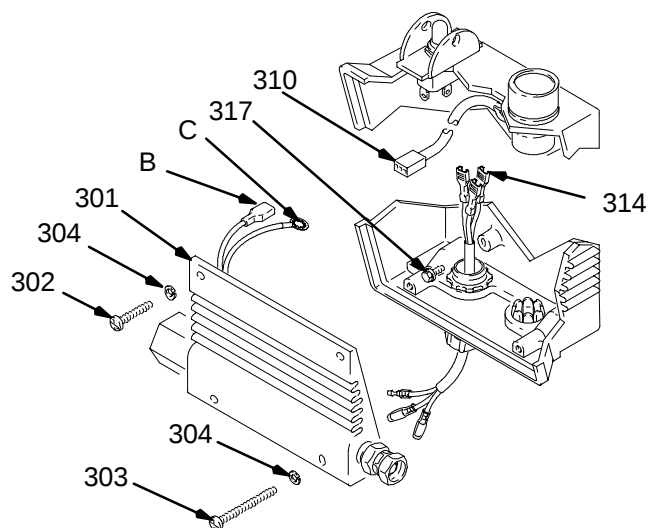

Fig. 21
3. Saque los cuatro tornillos y arandelas de montaje (302, 303, 304) de la tapa del dispositivo de control de presión (301). Vea la Fig. 21.
4. Retire con cuidado la tapa del dispositivo de control de la presión (301) para no estirar los cables.
5. Desconecte los hilos blanco y negro del cable del dispositivo de control de presión (314) de la tapa del mismo.
6. Desconecte el conjunto del cable del potenciómetro (310) de la tapa del dispositivo de control de presión.
7. Desconecte el cable rojo (B) del interruptor de encendido ON/OFF.
8. Afloje el tornillo del terminal de conexión a tierra (317) y desconecte el cable de conexión a tierra (C).